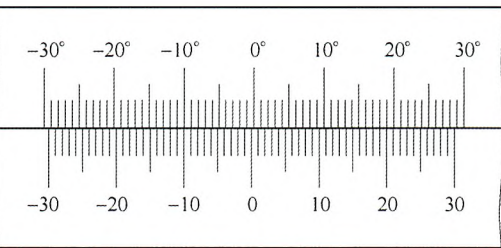

图6 逆时针转动游标盘时主尺盘与游标盘外圆周面展开
(3) 图6是手持游标盘逆时针转动时的最大位置图，此时游标盘外圆面上的第11条刻度线恰好与主尺盘外圆面上的刻度线重合，此时读数是 $-11 \times 2' = -22'$ 。
(4) 如不分方向，只要求绝对角度差，两者读数相减 $36' - (-22') = 58'$ ，即为扭杆弹簧绝对缺齿角度差。